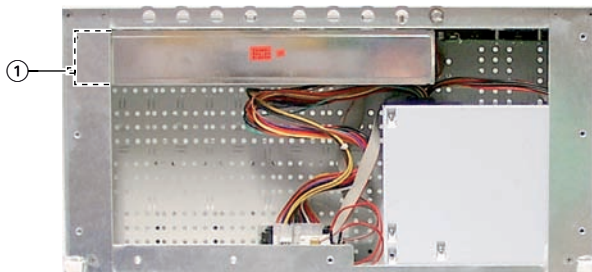

Abb. 12
- ① Spannungszuführung
- ② SAT-ZF-Eingang
- ③ SAT-ZF-Ausgänge
- SAT-ZF-Verteiler gemäß Abb. 12 so in die Kopfstation einsetzen, dass die Spannungszuführung ① zur Gehäusewandung zeigt.